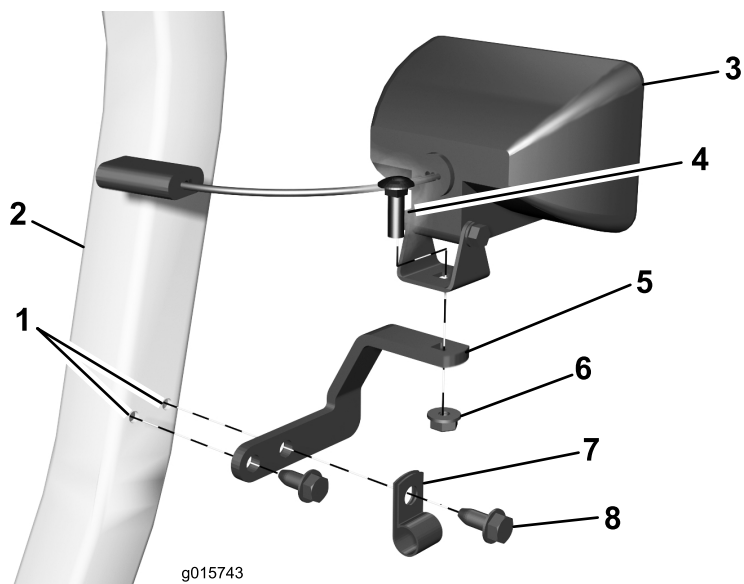

図 6
1. 図 6 に示すように、ROPSにベントプレートを取り付ける。ワイヤハーネスを、R クランプに通し、次にベントプレートを固定する；R クランプ1個とタッピング・フランジボルト2本を使用。
2. ベントプレートにランプを取り付ける (図 6)。ランプを固定する；キャリッジボルト1本とフランジナット1個を (5/16 インチ) を使用する。